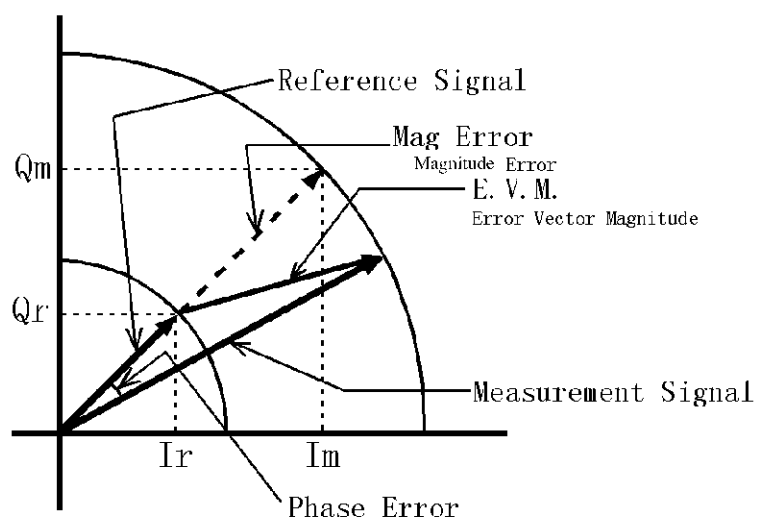

図 5-12 Mag Error, Phase Error, E.V.M.
Mag Error については、図 5-12 で定義され、以下の計算式で求めています。
Phase Error については、図 5-12 で定義され、以下の計算式で求めています。
E.V.M. については、図 5-12 で定義され、以下の計算式で求めています。